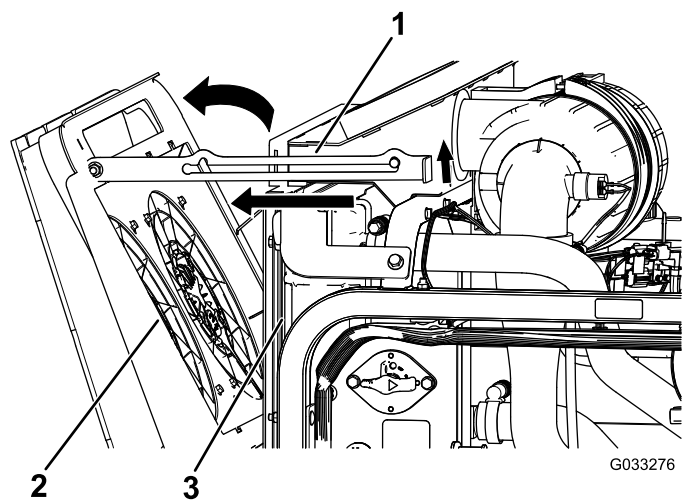

Рисунок 114
2. Поверните вентиляторы охлаждения двигателя в сторону задней части радиатора и зафиксируйте опорную стойку в выемке (Рисунок 114).